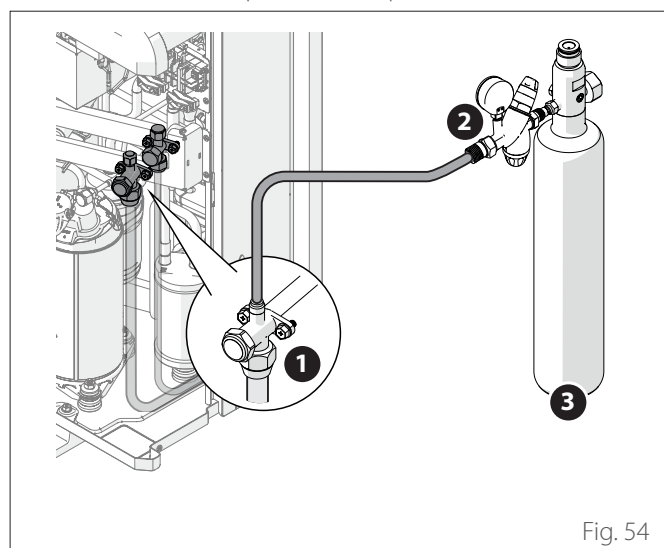

Fig. 54
- Ligue a botija de azoto através do redutor de pressão e da mangueira à tomada de serviço ("Fig. 54").